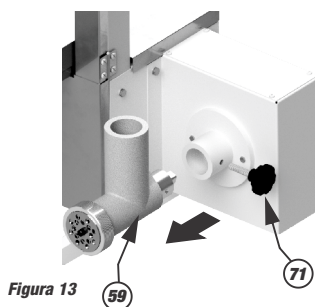

Figura 13
- Para o modelo B15209, antes de se iniciar o procedimento de utilização da Serra Fita, o bocal do moedor (59) deverá ser removido, solte o manipul (71) e remova o bocal conforme *figura 13*.
- Verifique se a proteção da lamina (42) está devidamente regulada e porta (40) devidamente fechada.